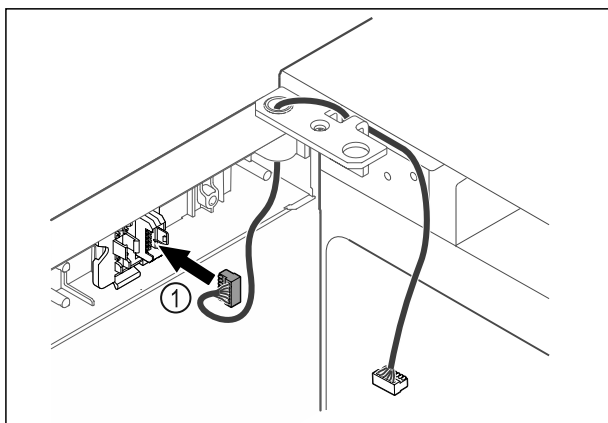

Fig. 38
- Τοποθετήστε το φιν Fig. 38 (1) στο στήριγμα του φιν -ή-